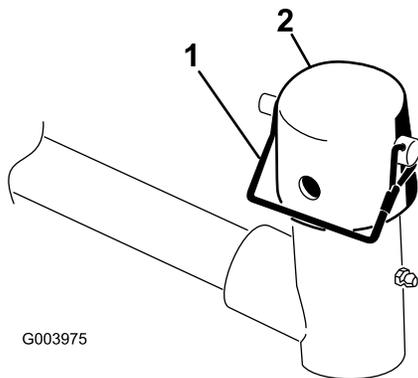

Figura 9
- Togliete il perno di ritenuta e il cappuccio dalla forcella del braccio di sollevamento (Figura 9).
- Fissate il cappuccio e l'albero del telaio portante alla forcella del braccio di sollevamento con il perno di ritenuta. Per avere un elemento di taglio sterzante usate la fessura, oppure usate il foro se l'elemento di taglio deve essere bloccato (Figura 9).